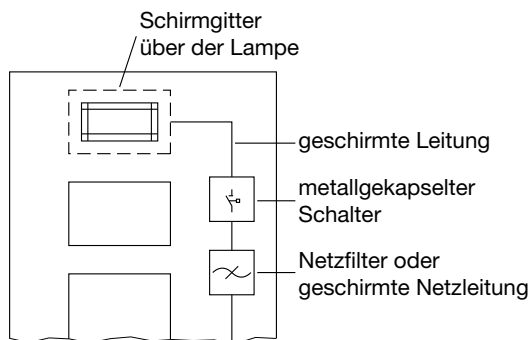

Abb. 4: Maßnahmen zur Entstörung von Leuchtstofflampen im Schrank
- Vermeiden Sie den Einsatz von Leuchtstofflampen, weil diese Lampen Störfelder erzeugen. Wenn auf Leuchtstofflampen nicht verzichtet werden kann, sind die in Abbildung 4 gezeigten Maßnahmen zu treffen.